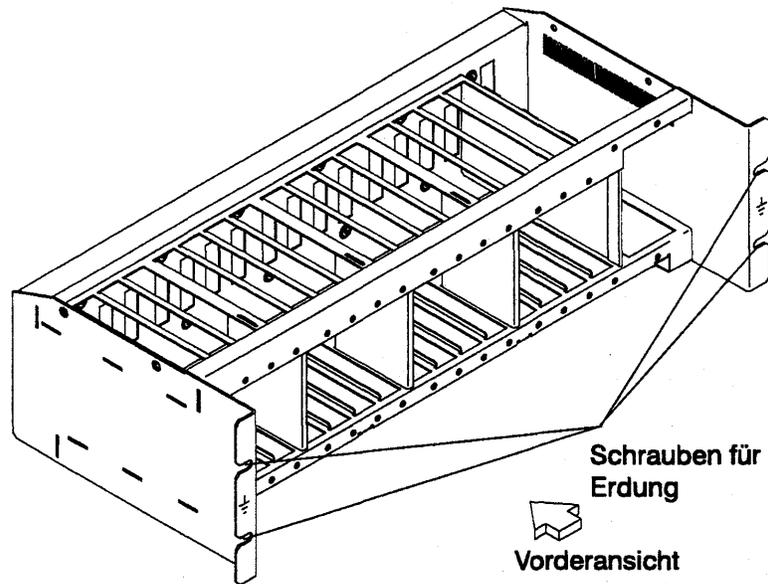

Figure 0-18. Erdung des Verteilerkastens über Schrauben
- Prüfen, ob der elektrische Durchgang zwischen dem Gehäuse des Verteilerkastens und dem Rahmen der Erweiterung der Steuereinheit gewährleistet ist, sofern Verteilerkästen vorhanden sind. Dieser Schritt muß vor dem Anschluß von Signalkabeln erfolgen (siehe Figure 0-18 on page xli).